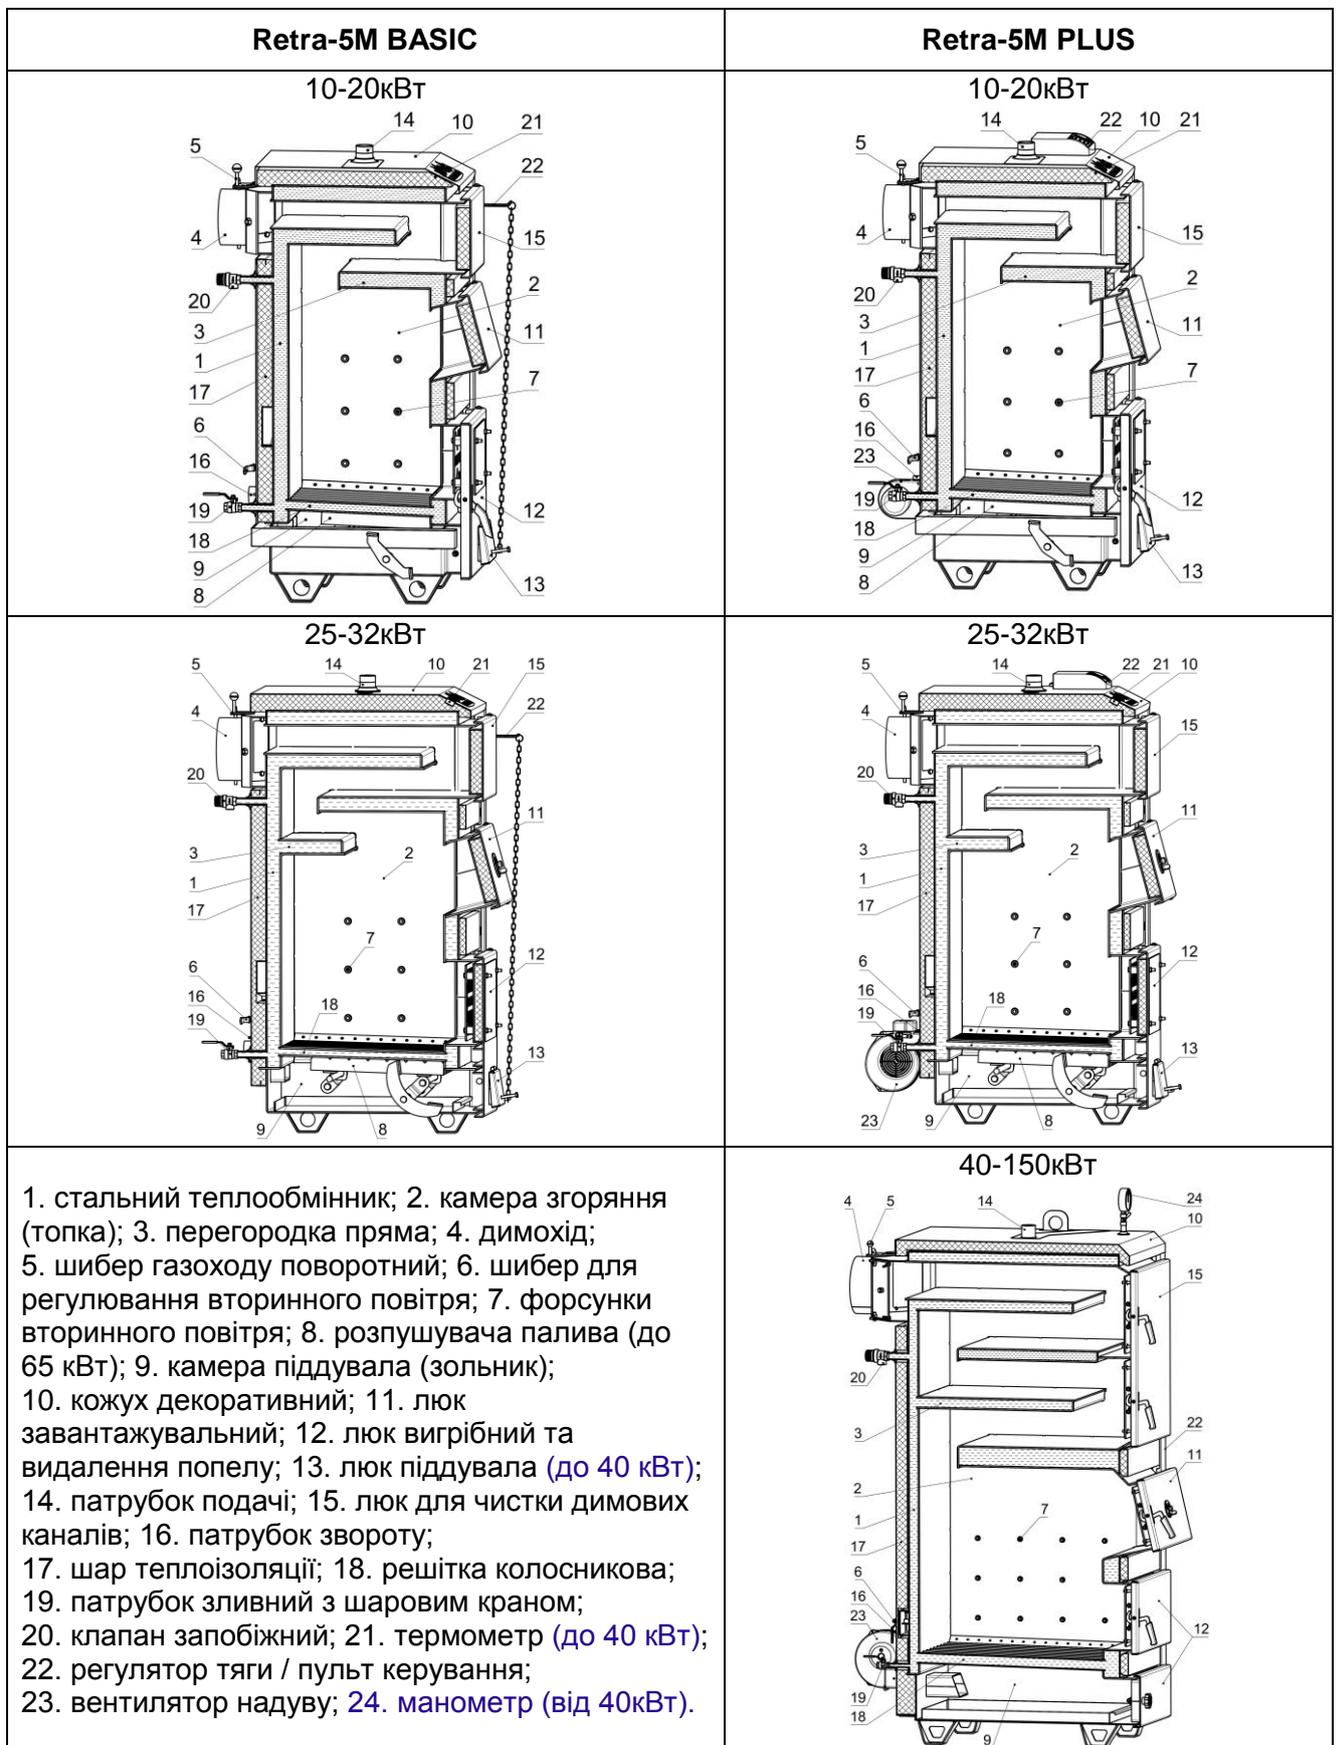

Рис.2 Схема будови котла моделей «Retra-5M BASIC», «Retra-5M PLUS»
### 5.2 Будова котла (див. Рис.2)
**5.3 Принцип роботи** (див. Рис.2). Вода із системи теплопостачання надходить в котел через патрубок звороту "16", розтікається по всім внутрішнім порожнинам теплообмінника і, через його металеві стінки, відбирає тепло від палива, що горить (контактним і радіаційним способами в топці) і газоподібних продуктів згоряння (конвективним способом в решті частин теплообмінника). Нагріта вода через патрубок подачі "14" надходить в систему теплопостачання.
Подачу **первинного повітря** під колосникову решітку, в кількості необхідній для якісного згоряння палива, забезпечує регулятор тяги 22 або вентилятор 23 (див. Рис.2).